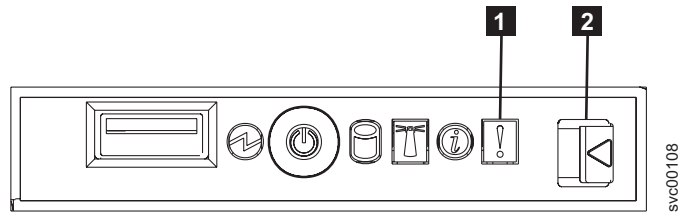

図 59. SAN ボリユーム・コントローラー 2145-8F4 オペレーター・パネル表示装置
- SAN ボリューム・コントローラー 2145-8F4 または SAN ボリューム・コントローラー 2145-8F2 のオペレーター・パネルでエラー LED が点灯、または明滅していますか? 387 ページの図 59 を参照してください。